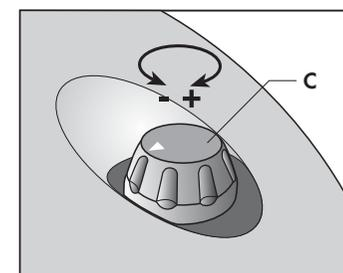
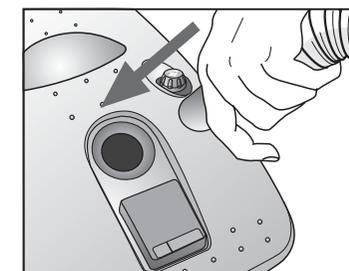

Abb. 7
Abb. 5
- Anschluss (1) des Schlauches (2) in die Steckbuchse (D) stecken.
- Der Anschluss (1) kann auch auf dieselbe Weise, wie für Abb. 5 und 6 beschrieben, in die hintere Steckbuchse für die Blaufunktion (H) gesteckt werden, nachdem der Schalldämpfer (I) abgenommen worden ist.
- Leuchtender Hauptschalter (B) drücken.
- Um die Saugkraft einzustellen, den Drehregler (C) in den Uhrzeigersinn drehen, um die Saugkraft zu erhöhen und ihn gegen den Uhrzeigersinn drehen, um die Saugkraft zu verringern (Abb. 7).